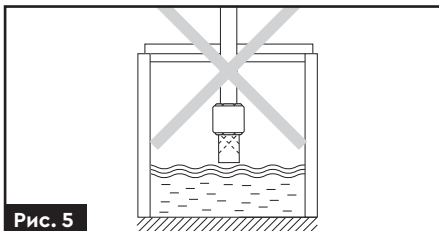

Рис. 5
- Зворотний клапан з фільтром грубого очищення не має бути встановлений на вхідному всмоктуючому трубопроводі не вище за дзеркало води (рис. 5).